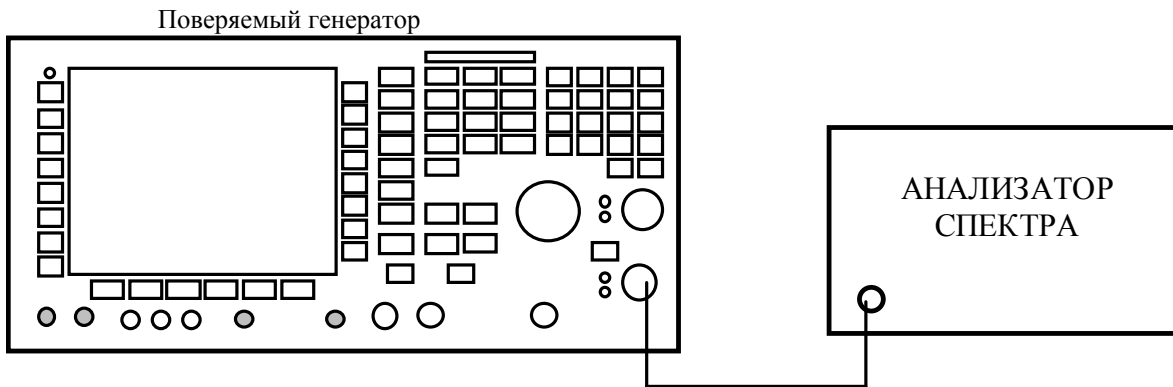

Рисунок 3 - Определение уровня гармонических составляющих
7.3.5.1 Поверяемый генератор подключить к анализатору спектра (см. рисунок 3) с помощью 50 - омного BNC кабеля через 50-омную проходную нагрузку.
7.3.6.1 Поверяемый генератор подключить к анализатору спектра (см. рисунок 3) с помощью 50 - омного BNC кабеля через 50-омную проходную нагрузку.
7.3.7.1 Поверяемый генератор подключить к анализатору спектра (см. рисунок 3) с помощью 50 - омного BNC кабеля через 50-омную проходную нагрузку.